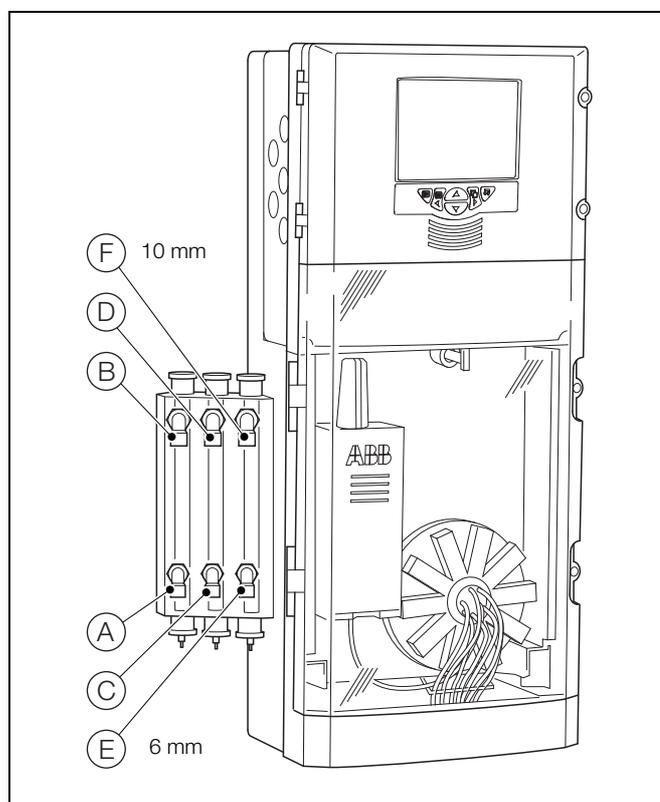

Fig. 4.11 Conexión de la(s) línea(s) de entrada y drenaje de la muestra – Multimuestra
La (s) línea(s) de drenaje de muestras (B), (D) y (F) (consulte la Fig.4.11) debe (n) ser enrutada (s) para mantener un drenaje alimentado por gravedad.